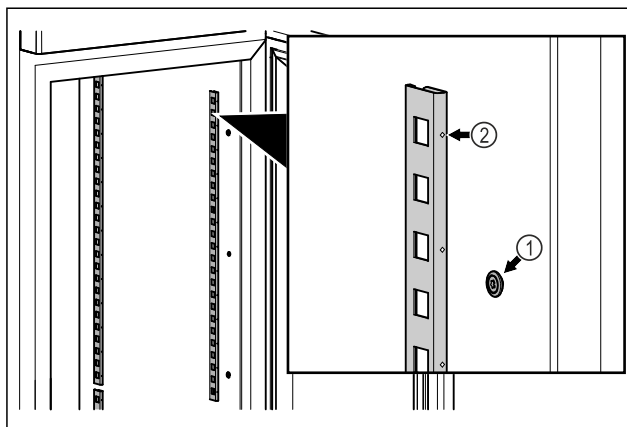

Fig. 79 Ενδεικτική απεικόνιση
- ▶ Αναρτήστε τα προφίλ ασφάλισης στην ανάρτηση Fig. 79 (1). Το σημάδι Fig. 79 (2) πρέπει να δείχνει προς τα εμπρός.